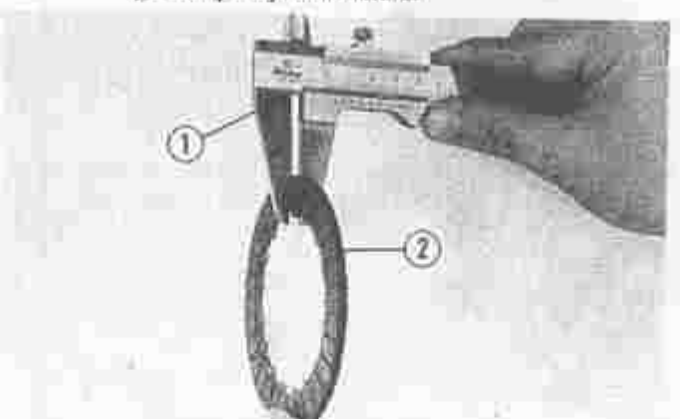

Fig. 47 ① Schuifmaat ② Koppelingplaat met voering
- 1) Koppelingplaat met voering. (Fig. 47)